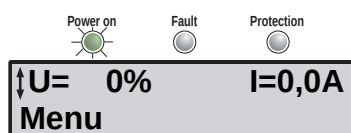

Figura 3: Primeiro nível
9. O LED verde "Power on" está aceso e o LCD terá a apresentação como na Figura 3.